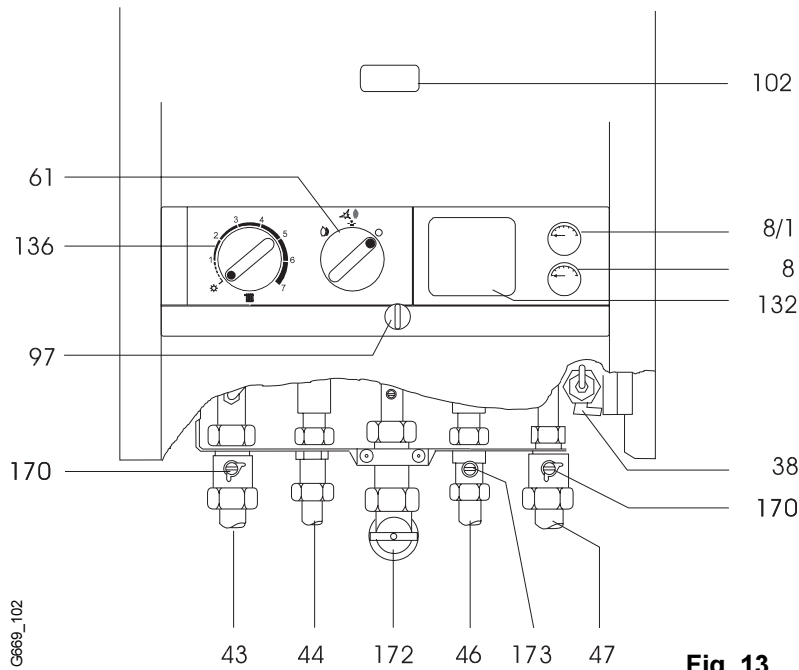

Fig. 13
Comprobar si el selector de temperatura (pos. 136, fig. 13) desconecta el gas al quemador a la temperatura máxima ajustada.
Se informará al cliente el rellenado y purgado de la instalación, así como el control de la presión de agua en el manómetro (pos. 8/1, fig. 13) (Preparación para la puesta en marcha de la instalación, pag. 11).
Comprobar las llamas del quemador por el orificio de control (pos. 102, fig. 13).
Cerrar la llave de paso de gas (pos. 172, fig. 13) y ventilar el recinto. Informar a la compañía suministradora o al instalador.
Cerrar la llave de paso de agua fría (pos. 173, fig. 13).
Llaves de corte de calefacción (pos.170, fig. 13)
Llave de entrada agua fría (pos. 173, fig. 13)
Llenar la instalación hasta aprox. 1,5 bar, abriendo la llave de llenado (solo para ZW, pos. 38, fig. 13), en los modelos ZS puede instalarse, una llave de llenado en el punto de llenado (pos. 376, fig. 2) de la caldera o bien en otro punto cualquiera de la instalación.